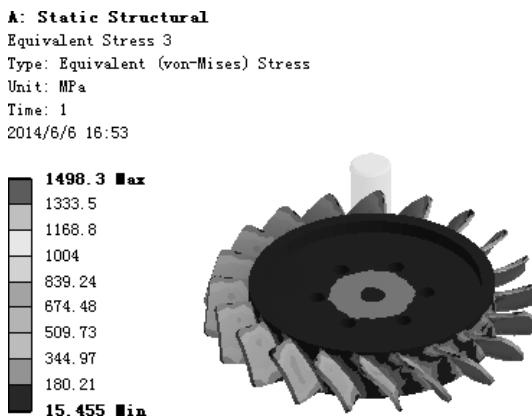

图 7.6.15 应力结果图解 (fly-wheel)
(5) 查看 fly-wheel 应力结果图解。在“Outline”窗口中选中  Equivalent Stress 3，查看图 7.6.15 所示的零件 fly_wheel 的应力结果，其最小应力为 15.455 MPa，最大应力为 1498.3 MPa。